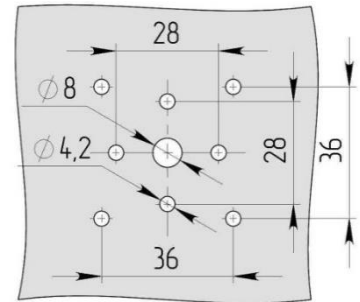

Рис. 5
2. Монтаж на дверь или панель электрических щитов предусмотрен как винтами, так и самонарезающими винтами. Рис.5